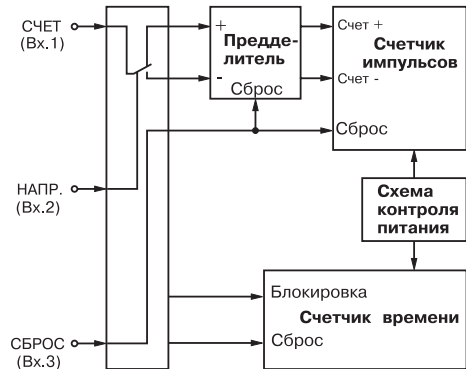

Рис. 13. Реверсивный счет с общим счетным входом, с заданием направления счета внешним сигналом и внешним сбросом
3.1.7.5. **Реверсивный счет с внешним сбросом и определением направления счета по внешнему сигналу** задается при значениях $inP=4$ (рис. 13).